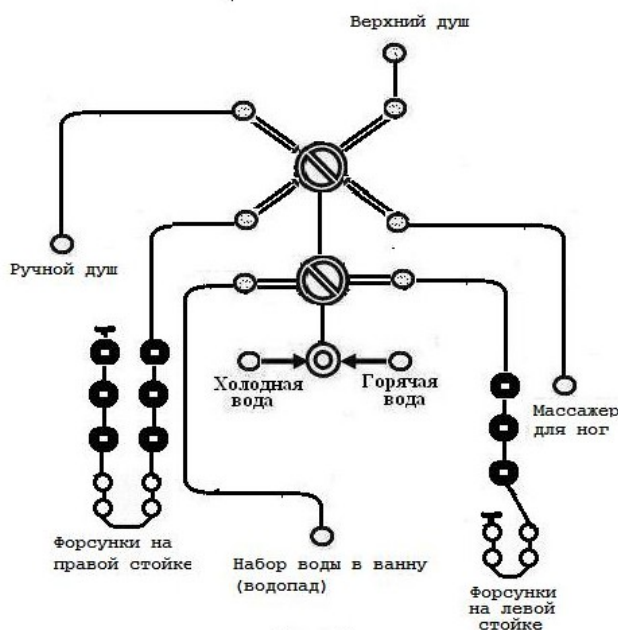

Рис. 8
6.7. В соответствии с рис.8 и 9 с помощью шлангов /45/ и хомутов /44/ соедините между собой форсунки на ABS-стойках /5 и 8/.
Подключите шланги от переключателей режимов работы смесителя к гидромассажным форсункам, к угловым штуцерам головного душа, шланги для ручного душа, выпуска воды в поддон и массажера ног в соответствии с рис. 8 и 9.